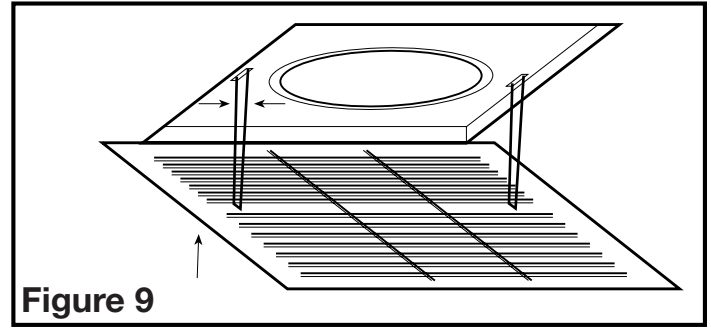

Figure 9
2. Installer la grille en pressant les deux extrémités des ressorts ensemble et en les installant dans les fentes du venturi du ventilateur. Pousser la grille en position (Figure 9).